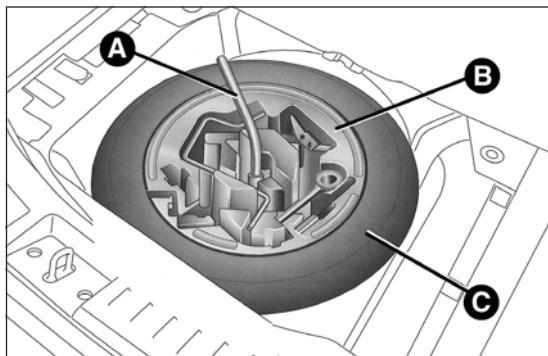

fig. 102
- utilizzando la chiave A fig. 102 ubicata nel contenitore portattrezzi, svitare il dispositivo di bloccaggio, prendere il contenitore portattrezzi B e portarlo accanto alla ruota da sostituire. Successivamente prelevare il ruotino di scorta C;